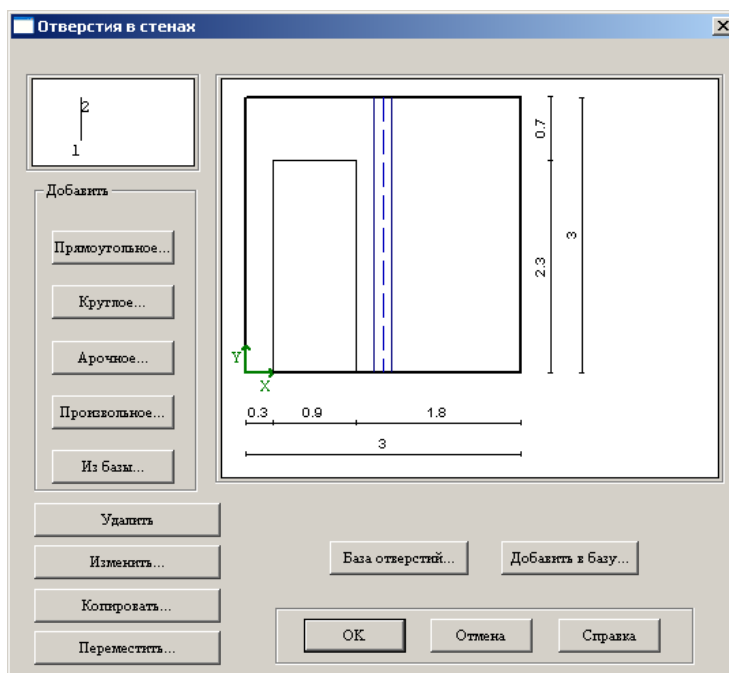

Рис.1.6.2. Окно диалога **Отверстия в стенах**
- щелкните на кнопке **ОК** – заданное отверстие будет добавлено на рисунок стены в окне диалога **Отверстия в стенах** (рис. 1.6.2);